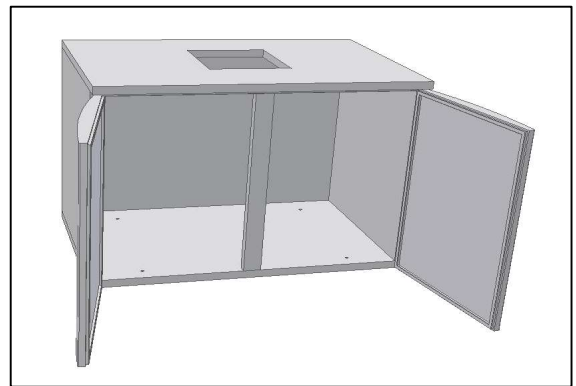

Abb. 9
- Befestigen Sie die **Leiste** an der Abdeck- und Bodenpaneele (Abb. 9);